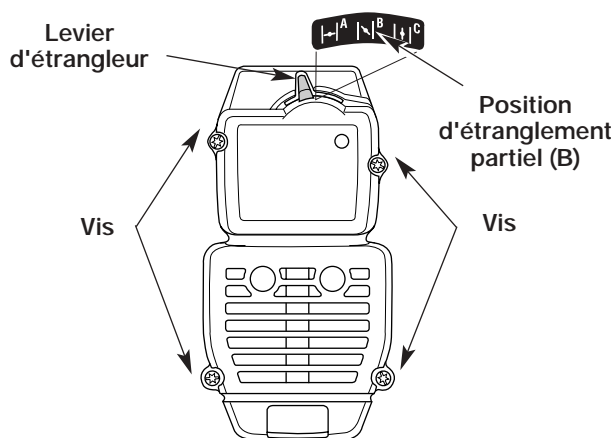

Fig. 13
1. Mettez le levier d'étrangleur en position d'étranglement **PARTIEL (B)**.
**REMARQUE :** pour enlever le filtre à air/couvercle du silencieux, le levier d'étrangleur doit être en position d'étranglement **PARTIEL (B)** (Fig. 13).
2. Retirez les quatre vis retenant le filtre à air/couvercle du silencieux (Fig. 13). Servez-vous d'un tournevis à lame plate ou à mèche no. 20 Torx.
**REMARQUE :** pour installer le filtre à air/couvercle du silencieux, le levier d'étrangleur doit être en position d'étranglement **PARTIEL (B)** (Fig. 13).